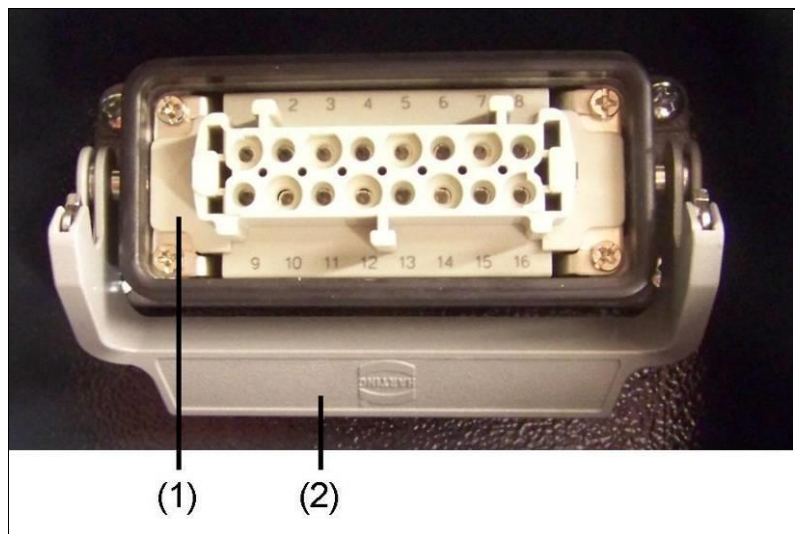

Abb. 5-6: Fernstarteinrichtung mit Harting-Stecker
1. Eventuell vorhandene Schutzkappe der Fernstartsteckdose nach entriegeln des Bügels (Abb. 5-6-(2)) wegklappen.
2. Stecker des Verbindungskabels Fernstart-Bedienstand / Stromerzeuger in die Fernstartsteckdose (Abb. 5-6-(1)) einstecken und mit dem Bügel (Abb. 5-6-(2)) sichern.